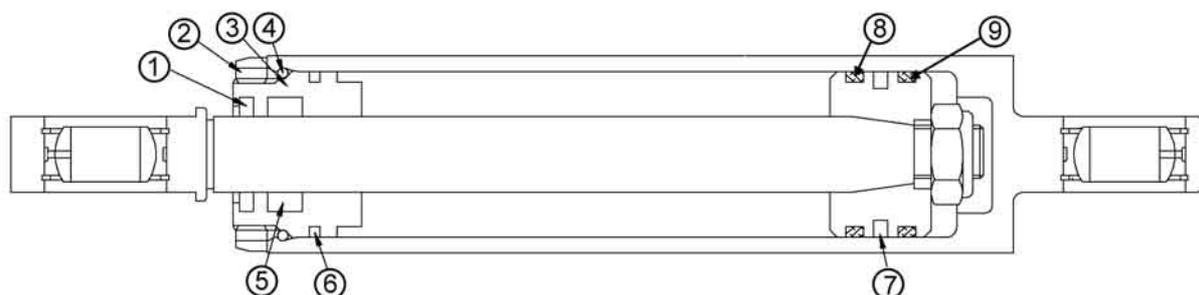

Fig. 6
La (fig. 6) mostra il disegno costruttivo del cilindro di snodo.
Nel caso sia necessaria la sostituzione della tenuta interna del cilindro e del relativo raschiatore (part. 7-8 e 9) della (fig. 6) si deve procedere a:
- rimuovere, con l'ausilio di due pinzette, l'anello toroidale (part.4) di (fig. 6).
- rimuovere, con l'ausilio di una chiave la ghiera (part. 2) di (fig. 6).